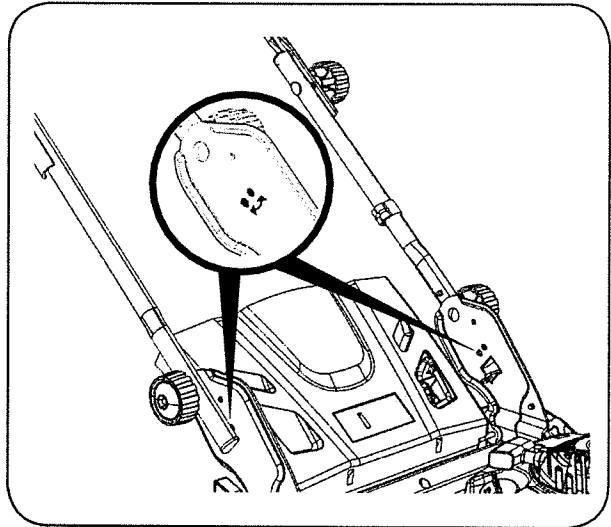

Figura 8
- c. Lugar de colección de césped en las ranuras en el mango entre corchetes como se muestra en la Figura 8. Suelte la puerta de descarga de modo que descansa sobre el colector de césped.
1. Quite los tornillos, arandelas y tuercas de mariposa transporte de manejar. Vea la Figura 8.